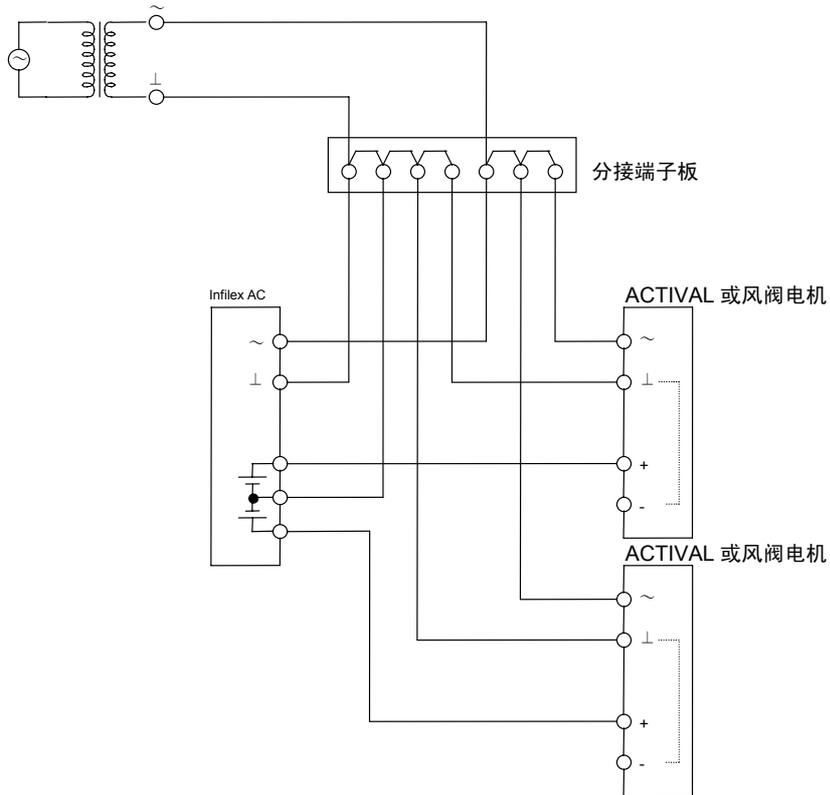

图 10. 系统共用线
- 靠近变压器处, ⊥线必须用端子板进行分接, 然后连接到各个设备上(见图 10)。